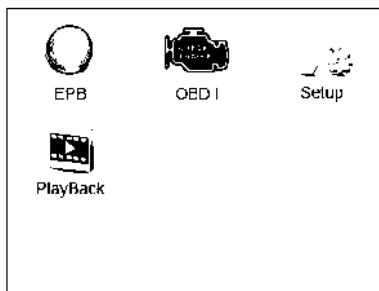

Рисунок 3-1
- 4) После подачи электропитания на сканер подождите пока на дисплее появится **главное окно**. См. рисунок 3-1.
1) С помощью **кнопок прокрутки влево/вправо/вверх/вниз** выберите раздел **Playback** [Воспроизведение] в главном окне (см. рисунок 3-1), а затем нажмите **кнопку ОК**. Дождитесь отображения окна **Review Data** [Просмотр данных].
- 5) Включите сканер. Выберите раздел **OBD II** в главном меню. См. рисунок 3-1.